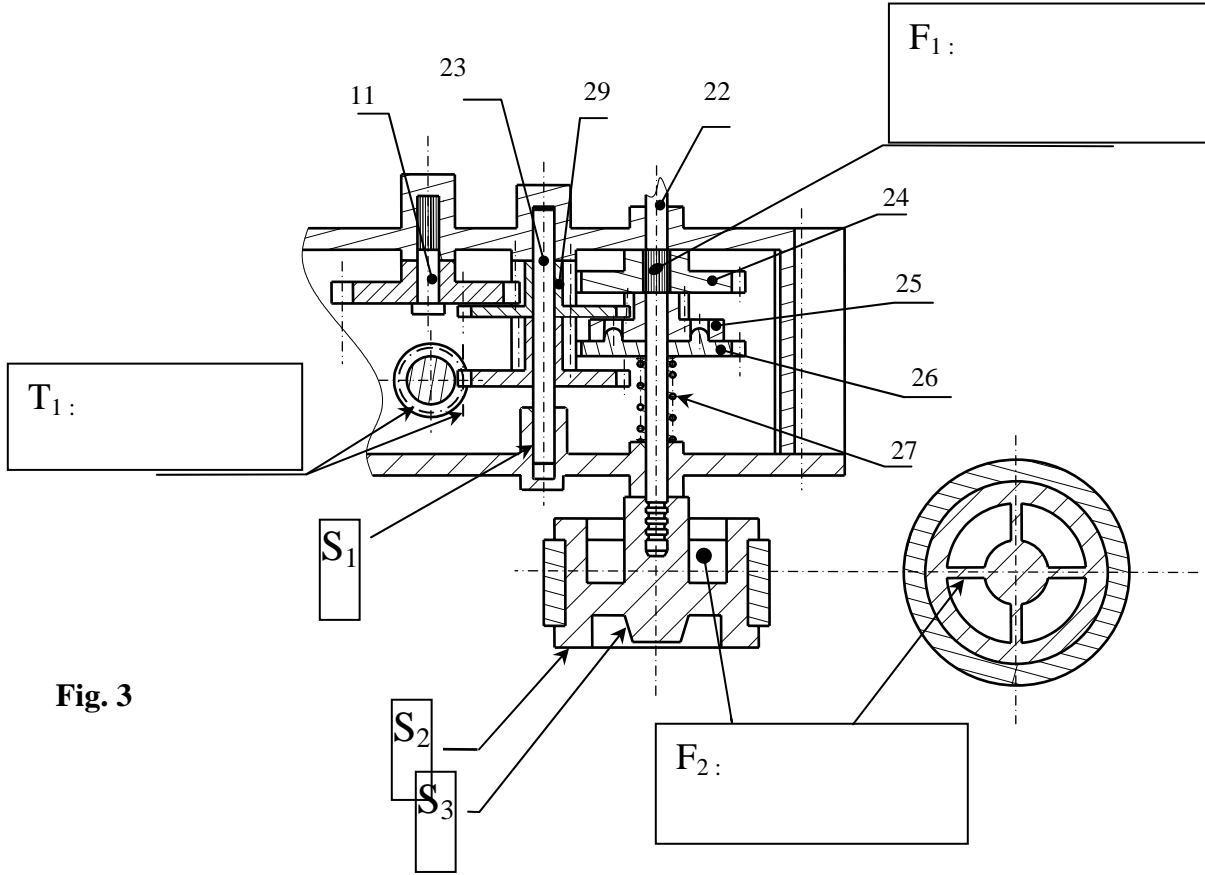

Fig. 3
Le détail du plan d'ensemble ci contre(fig. 3) et la nomenclature du distributeur de dominos doc. 6/11.
- INDIQUER la signification des traits T₁, et des formes F₁, F₂ pointées fig. 3 (répondre dans les rectangles tracés).
- INDIQUER la nature des surfaces repérées par les lettres S₁, S₂, S₃ fig. 3 en plaçant une * dans la bonne case du tableau ci dessous.